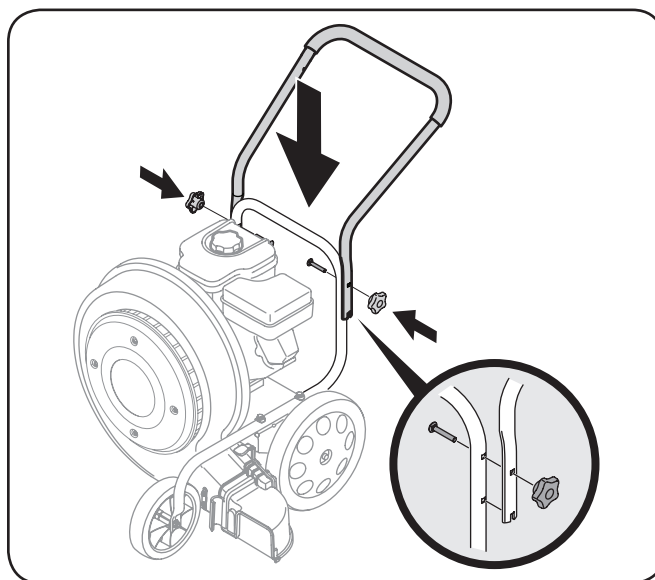

Figura 3-2
2. Coloque la barra superior sobre la inferior, alineando los orificios superiores / las lengüetas de metal de la barra superior con los orificios superiores / orificios inferiores de la barra inferior. Vea la Figura 3-2.
3. Sujete con la perilla en estrella y el tornillo del carro extraídos anteriormente. Vea la Figura 3-2.